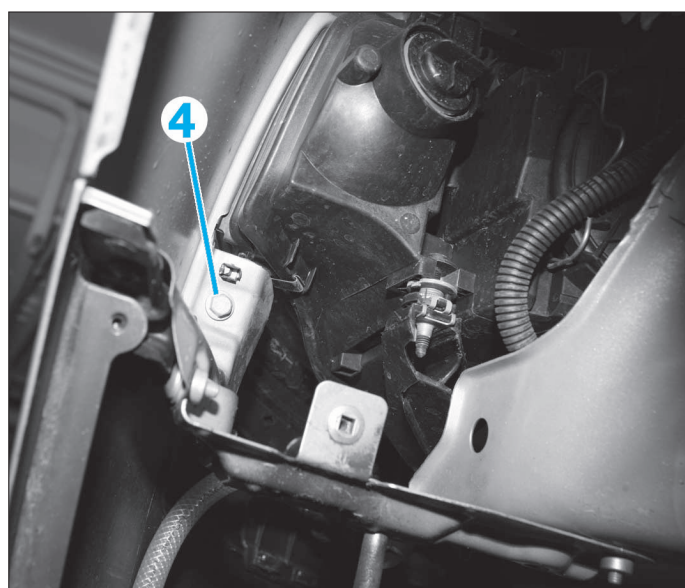

FIG. 3
- De chaque côté, déposer la vis de fixation (4) du bouclier sur l'aile (Fig.3).